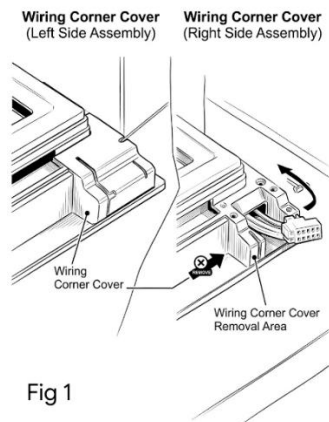

Fig 1
1. Stecken Sie ein dünnes Hebelwerkzeug oder eine Sonde in die Naht der Kunststoff-Eckabdeckung an der Seite mit dem Türkabelstamm. Heb vorsichtig an, um die Plastiklaschen zu lösen. Ziehen Sie die Kunststoffabdeckung aus der Ecke des Türrahmens heraus und achten Sie darauf, die freiliegenden Kabel darunter nicht zu ziehen oder zu beschädigen. (Abb. 1)
3. Bewege dich in die gegenüberliegende Ecke des Türrahmens. Verwenden Sie Ihr Hebelwerkzeug, um die leere, massive, dekorative Kunststoffabdeckung anzuheben und zu lösen. Bring die Blindabdeckung in die erste Ecke, in der du die Abdeckung zuerst entfernt hast. Richte ihn mit dem leeren Eckrahmenschlitz aus und drücke ihn mit den Fingern fest nach unten, bis er sicher einrastet, sodass ein sauberes, nahtloses Ergebnis entsteht. (Abb. 1)